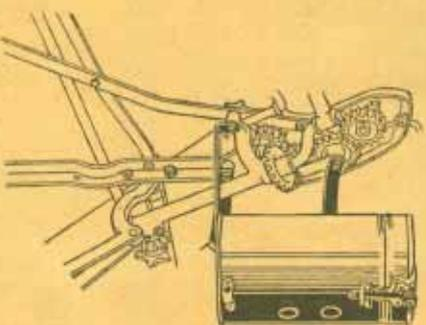

Abbildung Nr. 30.
1. Schraube die Plattform-Tuchspannerverlängerung (B 3035) auf die Tuchspannerstange mit dem Halter (BA 1540) wie Abbildung Nr. 30 zeigt, und sichere mit Splint.